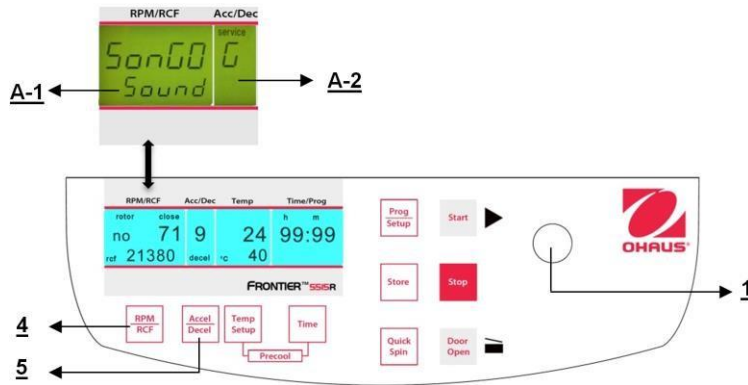

Figura 37
Proceda como se describe en el punto 4.1.1 para ingresar en este modo de programa y luego presione el botón **"Accel/Decel"** (5). En la pantalla **"Acc/Dec"** (A-2) destella la palabra **"Service"**. Ahora seleccione la letra **"G"** con la perilla de ajuste (1). Como resultado, en la pantalla **"RPM | RCF"** (A-1) aparece la palabra **"SonGo/Sound"**. Después de presionar el botón **"RPM | RCF"** (4), puede seleccionar una melodía con la perilla de ajuste (1). (Vea la Figura 37.)